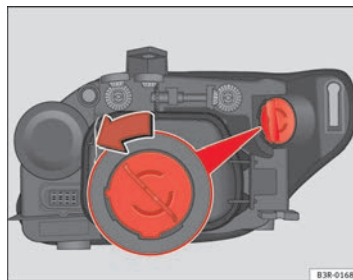

Fig. 205 Lampada luce indicatore di direzione
- Ruotare il portalampada in senso antiorario afferrandolo per l'impugnatura ⇒ fig. 205 ed estrarlo insieme alla lampadina.